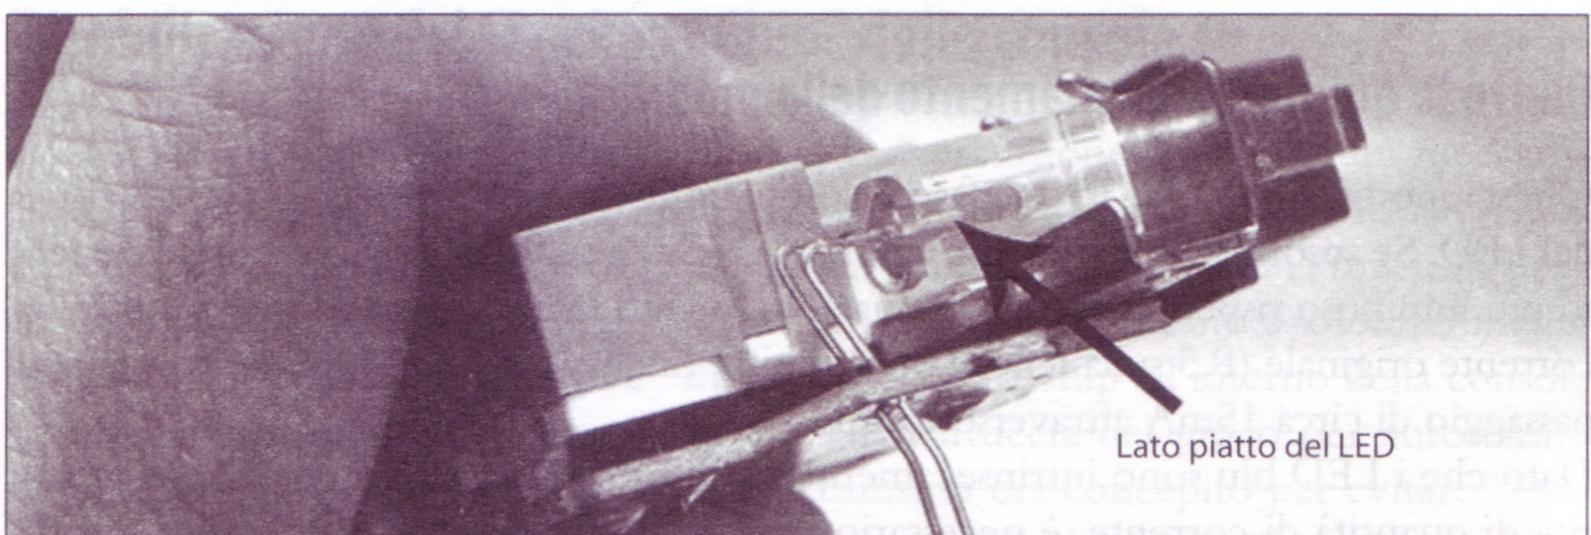

Figura 6.27 Il nuovo LED installato sulla scheda di circuiti.
14. Piegate quindi leggermente all'indietro il LED mentre lo inserite al suo posto nel tubo di illuminazione. Fate attenzione a non forzare eccessivamente i poli del LED per non rischiare di danneggiarli. La scheda circuiti ora dovrebbe apparire come nella Figura 6.27.